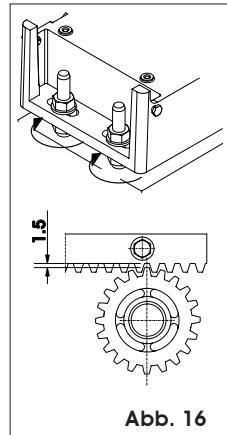

Abb. 16
- Nach Abschluß der Installation der Zahnstange sollte die Position des Getriebemotors um ca. 1,5 mm (Abb. 16) abgesenkt werden, um ein korrektes Eingreifen in das Ritzel zu gewährleisten.